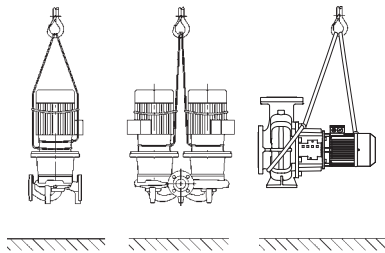

Fig. 32: Транспортиране на помпата
- Транспортните халки на мотора служат само за направляване при захващане на товара (Fig. 32).